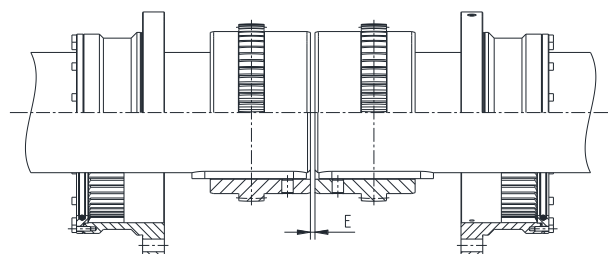

Fig. 36
- Déplacer les blocs dans le sens axial jusqu'à ce que la cote E soit atteinte (voir tableau 1 et 3) (voir fig. 36).